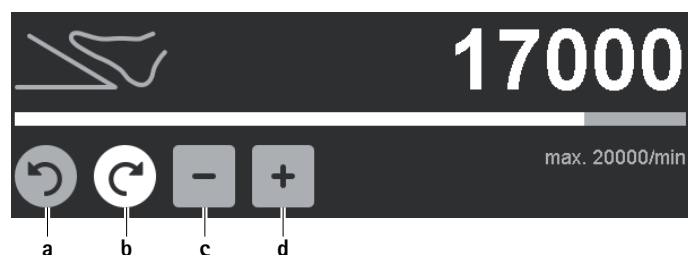

Fig. 6 Modification de la limite supérieure de la plage de vitesse de rotation/du sens de rotation
- Modification du sens de rotation: actionner le bouton de sens de rotation inactif gris rotation à gauche/rotation à droite **a/b**, voir Fig. 6. Le sens de rotation passe de la rotation à gauche à la rotation à droite et vice-versa.